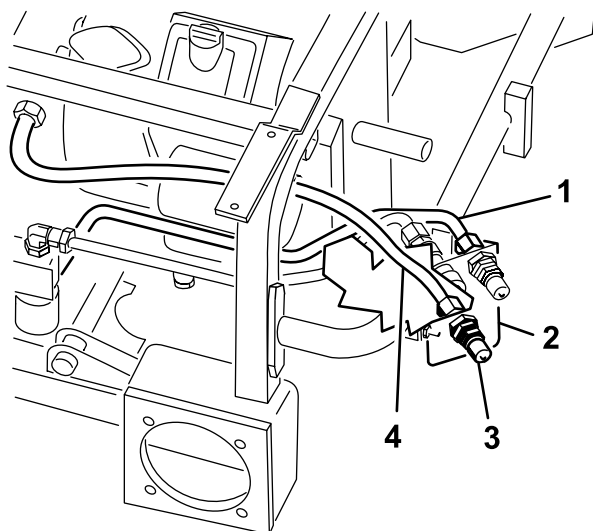

Figura 16
7. Instalai, fără a strânge, conducta hidraulică (furtunul) numărul 5 la cuplajul tată inferior (Figura 16).